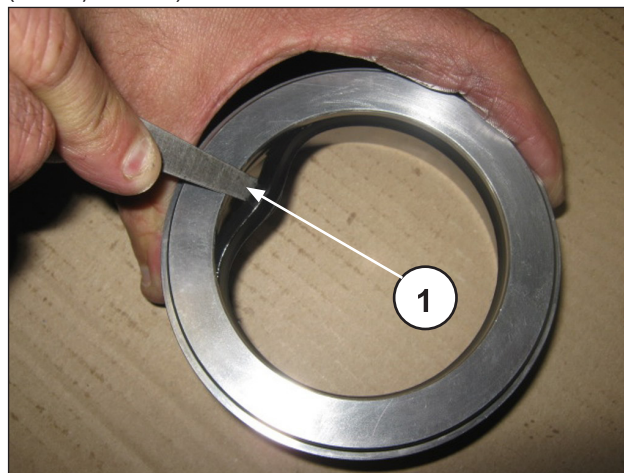

Рис. 247
Для того чтобы снять уплотнение для низкого давления, нужно использовать толщиномер или другой инструмент, который бы не повредил гнездо опоры уплотнений (поз. ①, Рис. 247).